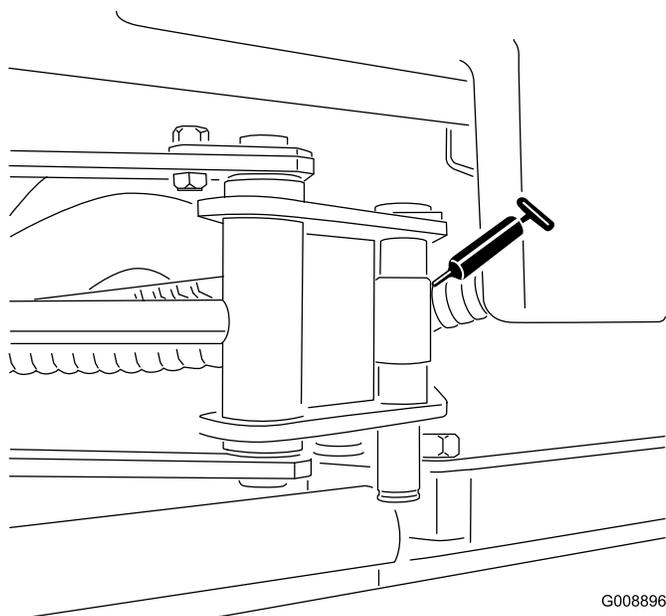

Рисунок 52
- Концы цилиндров SideWinder (2; только модель 03171) (Рисунок 52)